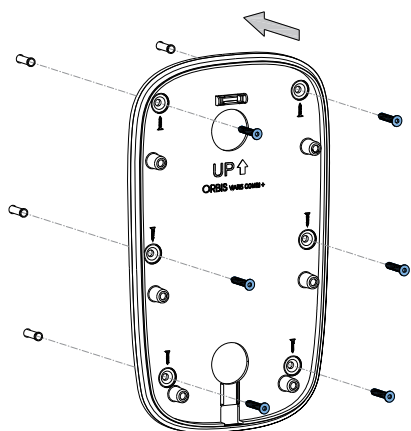

Fig. 1
- Derefter monteres vægmonteringspladen **Fig. 1**